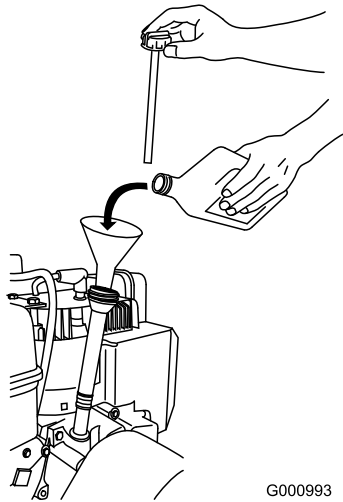

Bild 18
1. Nehmen Sie den Peilstab heraus und füllen Sie das Öl **langsam** in den Einfüllstutzen ein, um den Ölstand auf die Vollmarke am Peilstab anzuheben. **Überfüllen Sie nicht.** (Bild 18).